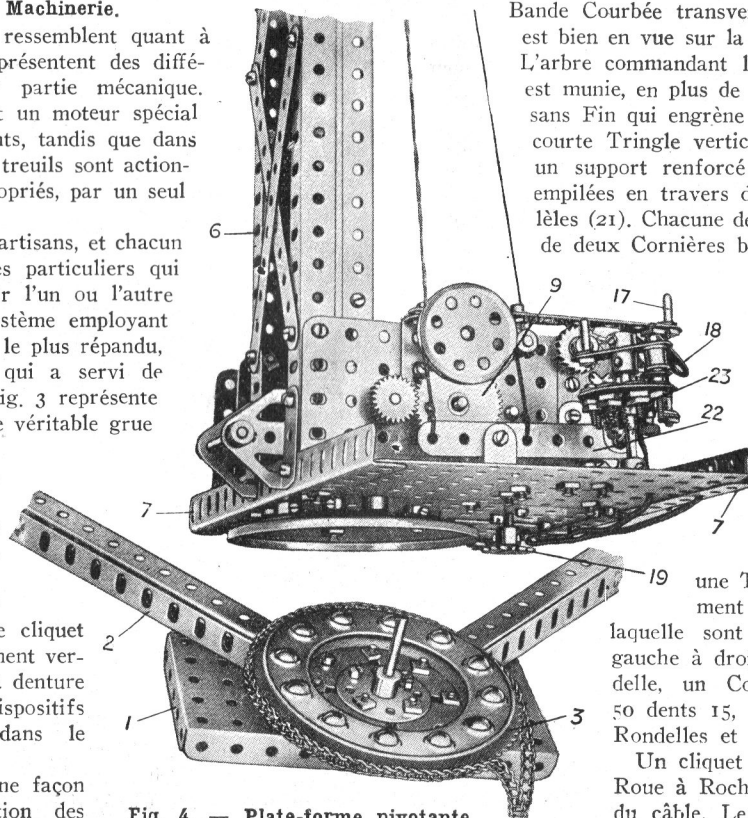
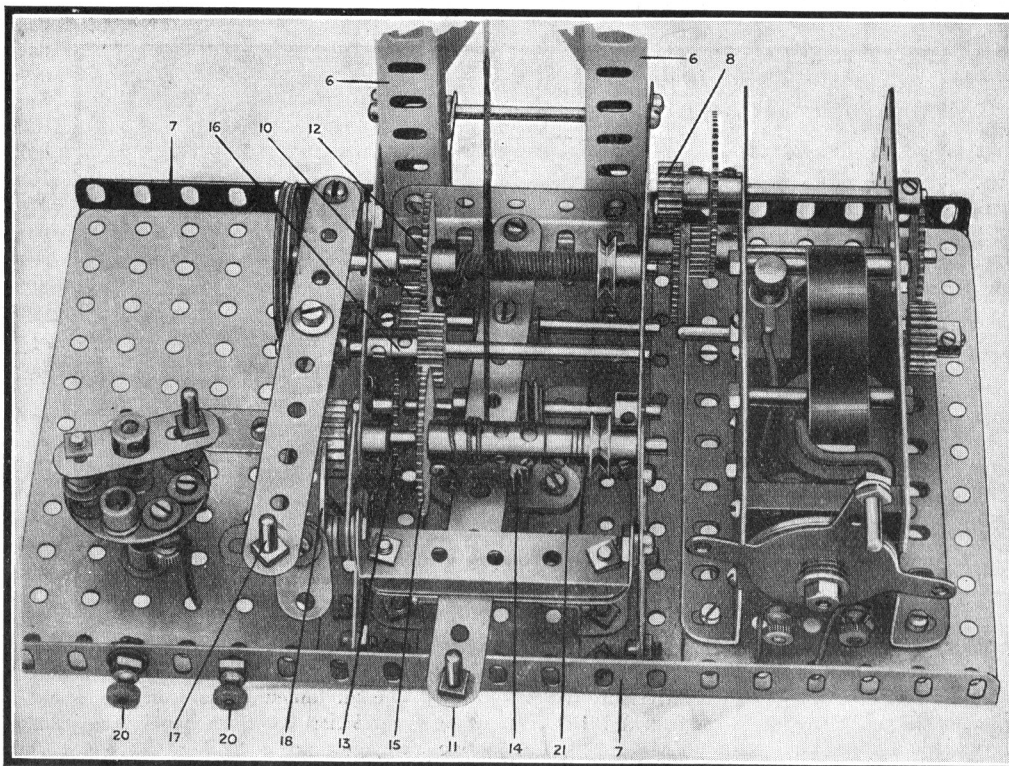

Fig. 4. — Plate-forme pivotante et machinerie du modèle.
Fig. 5. — La machinerie du modèle vue d'en haut.
Les côtés antérieurs des Cornières du mât, dont on voit la partie inférieure sur la Fig. 4 sont reliés au moyen de Bandes croisées de 14 $\frac{m}{m}$. La même gravure montre la façon dont le mât est fixé à la plate-forme, ou base pivotante, qui supporte la machinerie. Le pied du mât est fixé à une Cornière de 24 $\frac{m}{m}$ qui constitue le bord antérieur de la plate-forme dont le plancher consiste en trois Plaques sans Rebords de 14 \times 9 $\frac{m}{m}$. Des Embases Triangulées Coudées sont boulonnées au pied du mât et servent à tenir la Tringle sur laquelle pivote la flèche.
On voit sur la Fig. 4 les Colliers qui sont placés sur les Boulons de 12 $\frac{m}{m}$ fixant le Plateau à Rebord du Chemin de Roulement.
Les Fig. 4 et 5 montrent d'une façon claire et détaillée la disposition des engrenages et de tout le mécanisme mo-
teur du modèle Meccano. La Fig. 5 est une vue de l'ensemble ou mécanisme prise d'en haut, tandis que sur la Fig. 4 on voit un côté de la machinerie et le dessous de la plate-forme à laquelle elle est fixée.
Un Pignon de 19 $\frac{m}{m}$ placé sur la tige de l'induit du moteur engrène avec une Roue de 50 dents fixée à une Tringle de 6 $\frac{m}{m}$ traverse les parois du Moteur et qui est munie, à son extrémité opposée, d'un Pignon de 12 $\frac{m}{m}$. Ce dernier engrène avec une Roue de 57 dents située sur une autre Tringle montée au-dessus de la première. Sur la même Tringle se trouve un Pignon de 12 $\frac{m}{m}$ qui engrène avec une Roue de 57 dents fixée à une Tringle de 7 $\frac{m}{m}$ $\frac{1}{2}$ passée dans la paroi de la machinerie. Cette Tringle est munie, à son extrémité que l'on voit sur la Fig. 4 d'un Pignon de 19 $\frac{m}{m}$; ce Pignon engrène continuellement avec une Roue de 50 dents 9 fixée à l'arbre principal de la machinerie.
En faisant coulisser cet arbre dans ses supports on peut faire engrèner un Pignon de 19 $\frac{m}{m}$ 10 (Fig. 5) soit avec la Roue d'Engrenage 12 du treuil
de levage, soit avec la Roue 13 du mécanisme d'orientation de l'appareil. Les mouvements de l'arbre sont commandés par le levier qui pivote au milieu d'une Cornière de 6 $\frac{m}{m}$ boulonnée aux Cornières verticales 6, et est muni d'un Boulon de 9 $\frac{m}{m}$ $\frac{1}{2}$ dont la tige s'engage entre 2 Colliers fixés à l'arbre principal. Le levier fonctionne entre des Bandes de 6 $\frac{m}{m}$ séparées l'une de l'autre par des Rondelles et fixées par des Boulons de 12 $\frac{m}{m}$ au-dessous d'une Bande Courbée transversale de 60 \times 12 $\frac{m}{m}$. Cette dernière est bien en vue sur la Fig. 5.
L'arbre commandant la rotation, l'orientation du modèle est munie, en plus de la Roue d'Engrenage 13, d'une Vis sans Fin qui engrène avec un Pignon 14 monté sur une courte Tringle verticale. Cette dernière est tenue dans un support renforcé formé de trois Bandes de 38 $\frac{m}{m}$ empilées en travers de deux cornières en « Z » parallèles (21). Chacune de ces cornières en « Z » est formée de deux Cornières boulonnées entre elles de façon à ce que leurs rebords soient tournés dans des directions opposées. Une Roue Barillet est également boulonnée à cette partie de la Plaque, sous le support, de sorte que la Tringle passe par sa bosse. Une Roue Dentée de 19 $\frac{m}{m}$ 19 (Fig. 4) est fixée à l'extrémité inférieure de la Tringle.
Le treuil de levage est muni d'un frein semi-automatique 22 (Fig. 4). Tout en permettant le levage de la charge avec liberté parfaite ce système
La partie électrique du modèle est assez simple. Ses principaux éléments sont : le Moteur et un régulateur qui en règle la vitesse. On voit le régulateur à gauche de la machinerie, sur la Fig. 5; construit entièrement en pièces Meccano, ce dispositif présente un intérêt particulier. Nous donnons ici une brève description de cet appareil dont les lecteurs intéressés, trouveront une explication détaillée dans notre Manuel des Mécanismes Standard (M. S. N° 115).
Toutes les parties du modèle étant construites, il ne reste plus qu'à les assembler dans les positions qu'elles occupent dans les modèles. Cet assemblage ne présente aucune difficulté, comme on va le voir. En premier lieu il faut fixer la cabine (6) à la plate-forme pivotante, puis placer cette portion du modèle sur le pivot central (Fig. 4), en interposant entre les deux plateaux de roulement un anneau à Bille (pièce N° 168c). Les haubans 5 se fixent par leurs extrémités inférieures, au moyen de Tringle de 5 mm ; aux Supports Triangulaires placés aux Angles des traverses 2 et 4; les extrémités supérieures des haubans se rencontrent sur une même Tringle passée dans les Cornières de 38 mm du sommet du mât vertical.